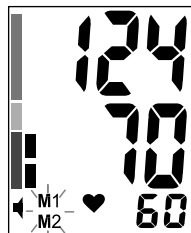

РИС.9
5. В конце измерения прибор выпустит весь воздух из манжеты, на дисплее отобразится результат измерения (рис. 9), продублированный голосовым сопровождением. Будет мигать M1/M2, напоминая, что для сохранения результатов нужно выбрать память 1 или 2, нажав M1 или M2 соответственно. Если в течении 3-х минут не выбрать память, результат не запоминается, а прибор автоматически выключится.